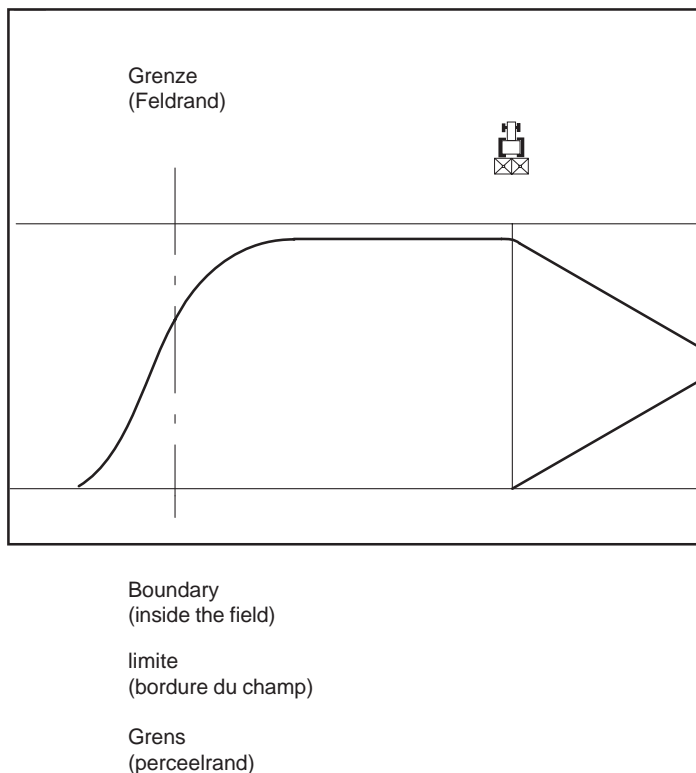

Fig. 3
### Randstreuen (Fig.3): (mit 1/2 Fahrgassenabstand)
**Normal-border spreading (Fig.3):**
**Epandage en bordure (Fig.3):**
**Randstrooien (Fig.3):**